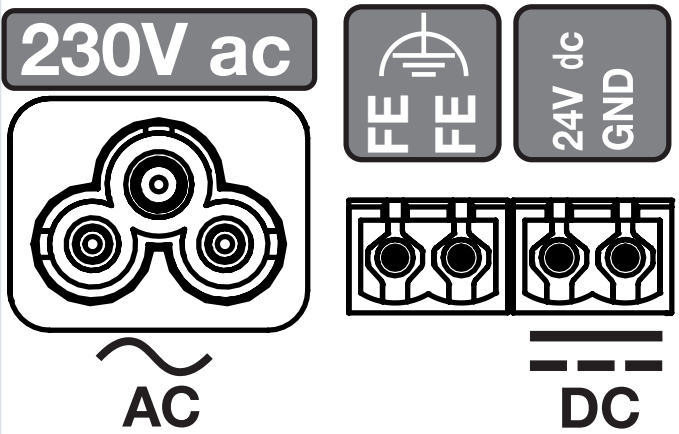

Fig. 5.8 - Collegamenti CM
1. Fissare il connettore di un cavo di alimentazione 230 V CA (Fig. 5.8, pos. 13) o un cavo di alimentazione SELV 24 V CC (Fig. 5.8, pos. 11).
2. Fissare un'estremità del cavo ComfoNet-RJ45 al collegamento RJ45 (Fig. 5.8, pos. 10) del CM. Fissare l'altra estremità del cavo ComfoNet-RJ45 a un collegamento ComfoNet-RJ45 (Fig. 5.10, pos. 3) del primo VM (Fig. 5.9, pos. 1).
2. Collegare il Modbus interno (Fig. 5.8, pos. 10) al Modbus interno (Fig. 5.8, pos. 10) del primo CM nella serie.
2. Collegare il Modbus interno (Fig. 5.8, pos. 10) con il Modbus interno (Fig. 5.8, pos. 10) del primo CM-connect della serie.